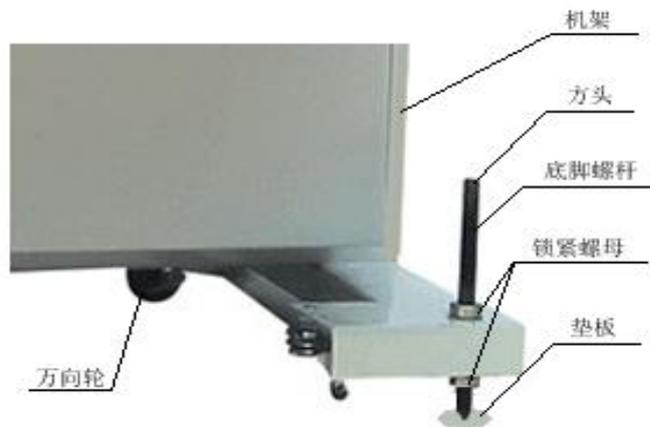

图 5、调节支撑
1、就位：本机的机架底部四角装有万向滚轮及底脚螺杆（见图 5）